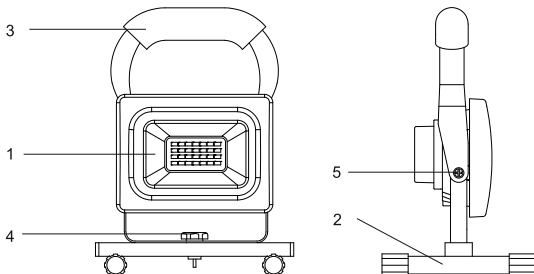

Рисунок 2
5.2 Подготовка к работе (рисунок 2).